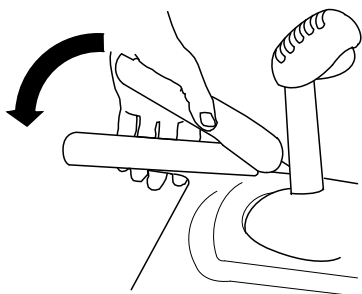

Рисунок 9
3. Прижмите левый рычаг (тяги) к рукоятке (Рисунок 9).
6. Прижмите левый рычаг (тяги) к рукоятке (Рисунок 9).